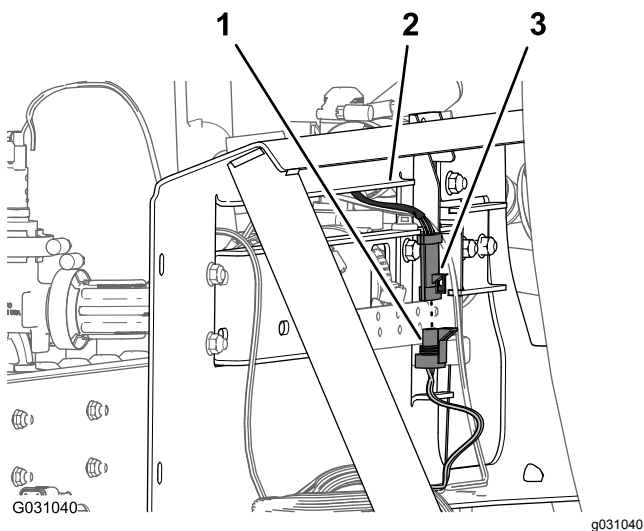

Figura 110
6. Collegare il connettore a 3 pin per il cablaggio della valvola dell'agitatore nel connettore a 3 prese della diramazione di 203 cm del cablaggio preassemblato indicata come **Agitation Valve** (valvola dell'agitatore) (Figura 110).